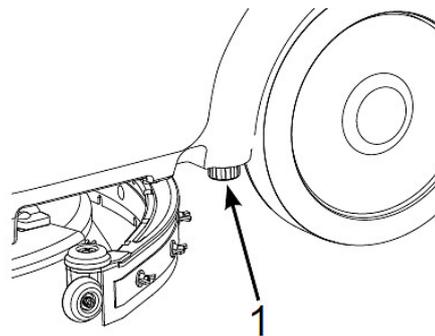

Abb. 36: Wasser/Reinigungsmittel tank entleeren
- Schritt 3: Den Tank durch Öffnen der Ablassschraube (Pos. 1, Abb. 36) entleeren.